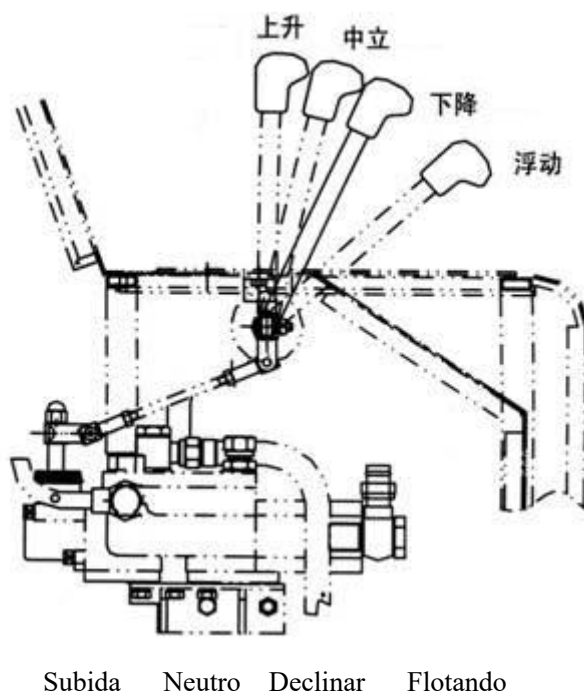

Figura 4-16 Manipulación del elevador hidráulico de alta presión.
4.3.2 Funcionamiento del polipasto hidráulico prensado a presión (véase la figura 4-16)